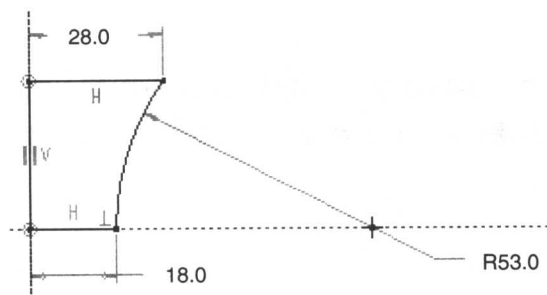

图 1.4 截面图形
(3) 创建特征截面。首先接受系统默认的参照，然后绘制如图 1.4 所示的特征截面（要绘出中心线），完成后单击草绘完成按钮 。